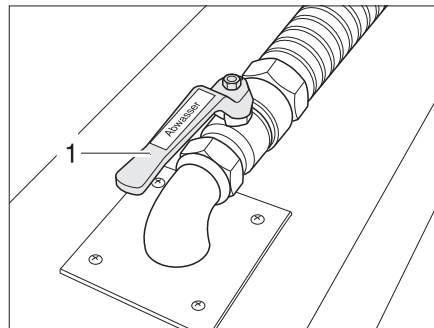

Fig. 342 Rubinetto di scolo delle acque grigie
Il rubinetto di scolo delle acque grigie (Fig. 342,2) è nero e reca la scritta "Abwasser" ("Acque grigie").
- Aprire il rubinetto di scolo delle acque grigie (Fig. 342,2). Le acque grigie fuoriescono.